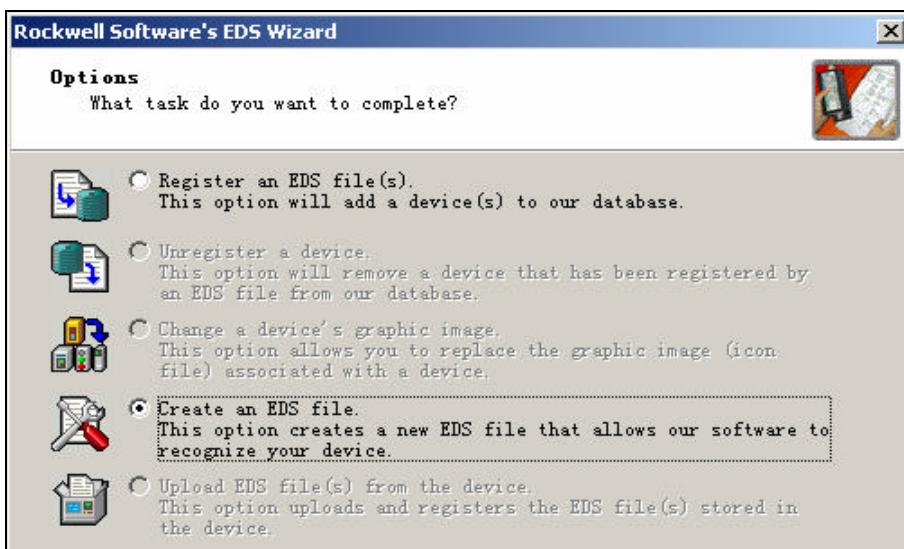

图 3-35 创建 EDS 文件
15. 单击 Next( 下一步 )，出现任务选择对话框，如图 3-35 所示。如果用户已获取 EDS 文件，选择 Register an EDS file( 注册 EDS 文件 )；否则，选择 Creat an EDS file( 创建 EDS 文件 )。